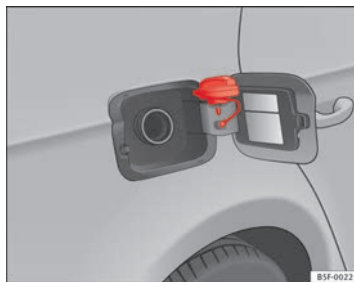

Fig. 106 Tapa del depósito con el tapón encajado ►
- Coloque el tapón en el alojamiento que hay en la bisagra de la tapa abierta del depósito ⇒ **fig. 106**.